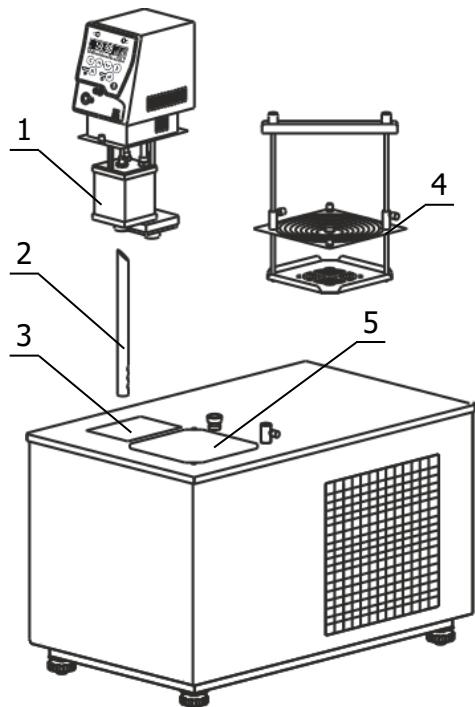
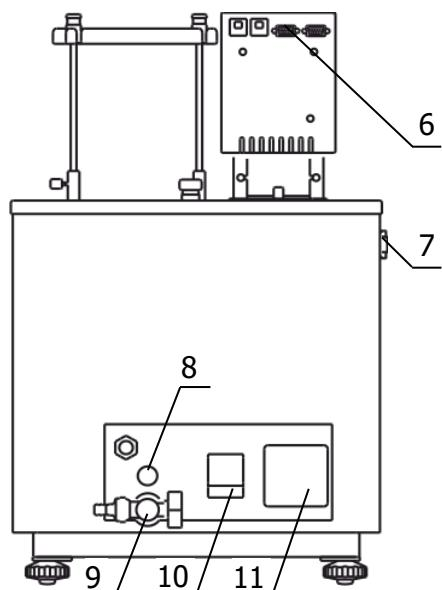

Рисунок 3 — Установка блока регулирования
Рисунок 4 — Задняя панель ванны термостата
2.2.3 Вставить выходную трубку насоса 2 (рисунок 3) косым срезом до упора в резервуар 1 блока регулирования и зафиксировать ее винтом. Три выходных отверстия трубы должны быть направлены в центр рабочей зоны после установки блока регулирования.
2.2.5 К переливному штуцеру 8 (рисунок 4) присоединить гибкий шланг, второй конец которого опустить в емкость для сбора излишков теплоносителя объемом 1.5–2 литра.
2.2.6 Заполнить ванну термостата теплоносителем через отверстие над рабочей зоной 5 (рисунок 3) до момента начала слива теплоносителя из переливного штуцера 8 (рисунок 4). Температурный диапазон применения теплоносителя должен соответствовать значениям, указанным в 1.2.6.
2.2.7 Вставить вилку сетевого кабеля блока регулирования в розетку 11 (рисунок 4). Соединить кабелем из комплекта поставки блок регулирования (разъем 6) и холодильную машину (разъем 7). Сетевой кабель термостата подключить к питающей сети напряжением 220 В. Для этого в лабораторном помещении должна быть установлена электрическая розетка из комплекта поставки термостата.
2.2.8 Автоматический выключатель 10 (рисунок 4) перевести в положение «включено».
Причина отсутствия перемешивания — неправильная работа насоса, вызванная воздушной пробкой, образовавшейся в резервуаре 1 (рисунок 3). Для ее устранения необходимо:
2.2.10 Установить корзину 4 (рисунок 3) в отверстие над рабочей зоной 5 и закрепить ее на крышке ванны винтами из комплекта поставки.
2.4.5 Надеть сливной шланг из комплекта поставки на сливной кран 9 (рисунок 4) и закрепить его хомутом. Свободный конец шланга опустить в емкость для сбора теплоносителя объемом, превышающим объем термостата.